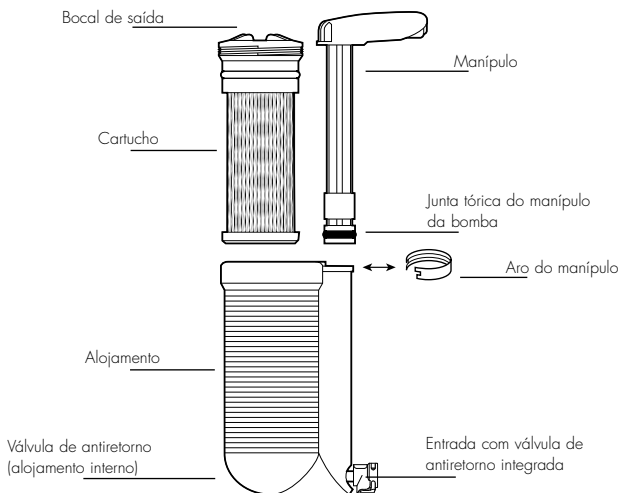

Fig. 1-1
Retire e guarde a tampa de plástico do bocal de saída. Ligue o tubo de entrada (tubo com pré-filtro) ao conector de ligação rápida na base do alojamento da bomba. Ligue o tubo de saída ao bocal de saída na parte de cima do cartucho. Ligue o adaptador para garrafa EasyFill à extremidade do tubo de saída. (Fig. 1-1, 1-2, 2-1).
Lubrifique a junta tórica do manípulo da bomba. Com o seu equipamento novo é fornecido lubrificante de silicone. Retire o aro do manípulo e o manípulo. (Fig. 1-1) Limpe a sujidade que se tiver formado da junta tórica de borracha preta no fundo do manípulo. Coloque uma pequena quantidade de lubrificante de silicone a toda a volta da junta tórica. Volte a montar. Cartucho entupido. Um cartucho entupido tem de ser substituído. Como solução temporária no campo, retire o cartucho e lave-o bem com água. Veja também em Hiker Pro protecção do filtro extraível. Tenha o cuidado de evitar que água não tratada entre em contacto com o bocal de saída do cartucho. Se mesmo assim não houver passagem, substitua o cartucho. Veja a Instalação do cartucho para retirar o cartucho.
5. Volte a ligar o tubo de saída no bocal de saída do cartucho. (Fig. 1-1)